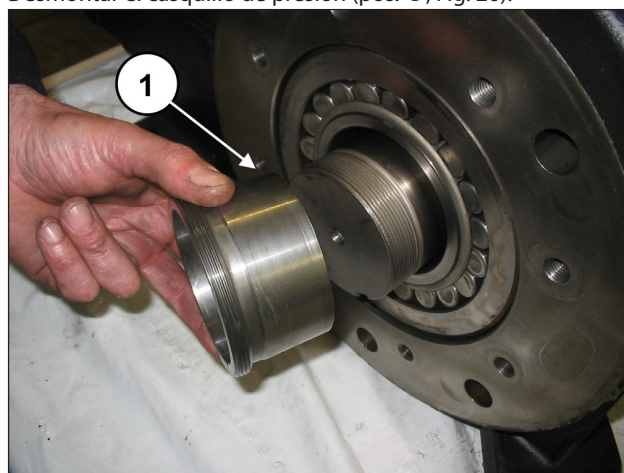

Fig. 26
Desmontar el casquillo de presión (pos. ①, Fig. 26).